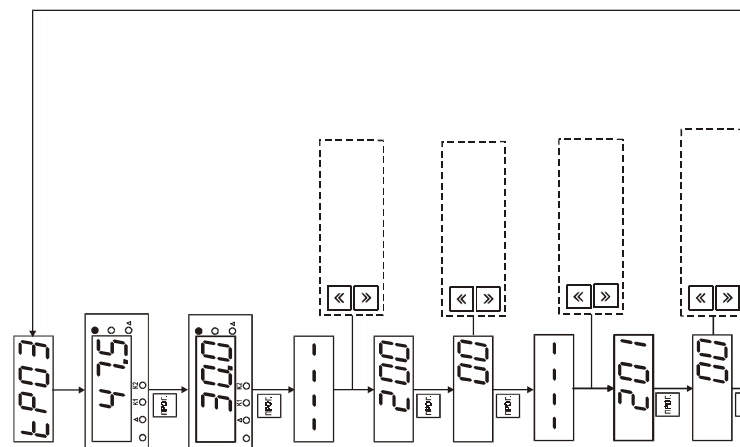

Рис. 9
6.2. Юстировка ЦАП производится путем задания кода юстировки 200 и 201 для выставления соответственно требуемых минимального (4,00 мА) и максимального (20,00 мА) значений выходного тока ЦАП. Последовательность действий при этом приведена на рис. 9. Контроль осуществляется с помощью компаратора Р3003 по падению напряжения на магазинных сопротивлениях: для тока 4 мА - 2,00 В ±0,1%, для тока 20 мА - 10,00 В ±0,1%.